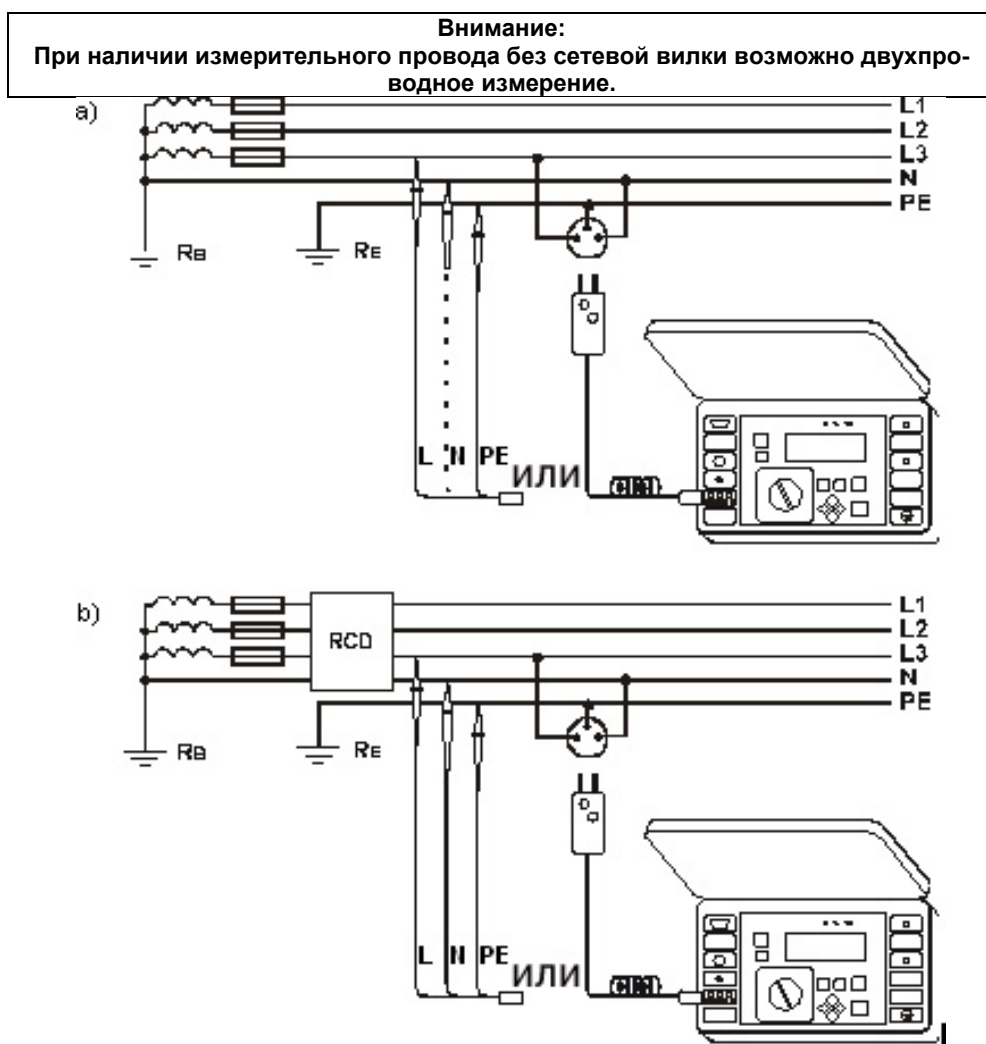
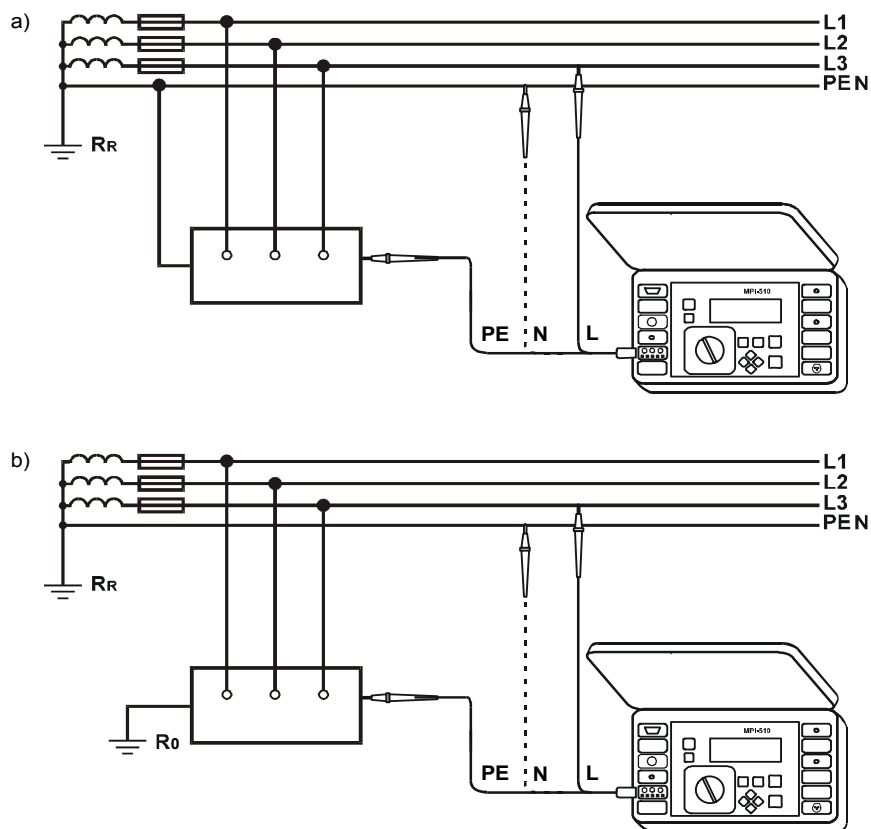

Рис.12. Измерение напряжения и полного сопротивления в защитной цепи (L-PE)
Рис.13. Тестирование эффективности защиты корпуса электроустановки в случае: а) сети TN б) сети TT.
- измерительные провода подключить согласно Рис. 12а или 13;
- измерительные провода подключить согласно Рис.12б или Рис.13 (провод N должен быть подключен);